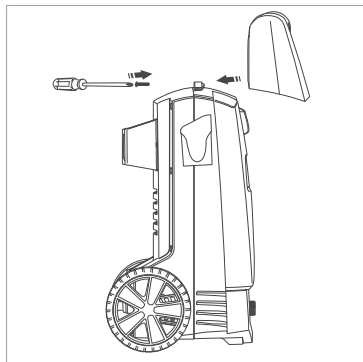

Fig. 1
- Installez la poignée à la LAVEUSE À PRESSION PowerPlay (**Fig. 1**). Insérez les vis dans les trous prévus sur la LAVEUSE À PRESSION PowerPlay et la poignée, vissez-les ensemble. N'utilisez pas de tournevis à moteur. Lorsque la vis est complètement serrée, continuer à tourner légèrement. Ne pas trop serrer.